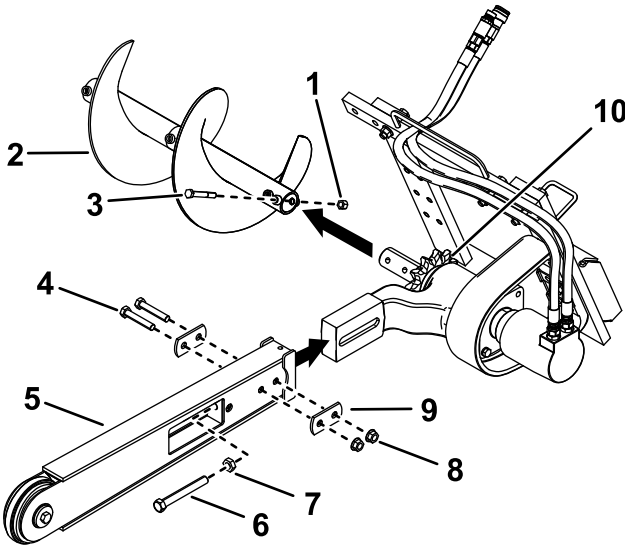

图 4
- 卸下固定弃土螺旋钻的螺栓和螺母并拆下螺旋钻 图 4。
- 从喷洒臂侧面拆下 2 个螺栓 ¾ x 3½ 英寸、2 个螺母 ¾ 英寸和 2 个双垫圈 图 4。
- 松开调节螺栓和锁紧螺母 图 4。